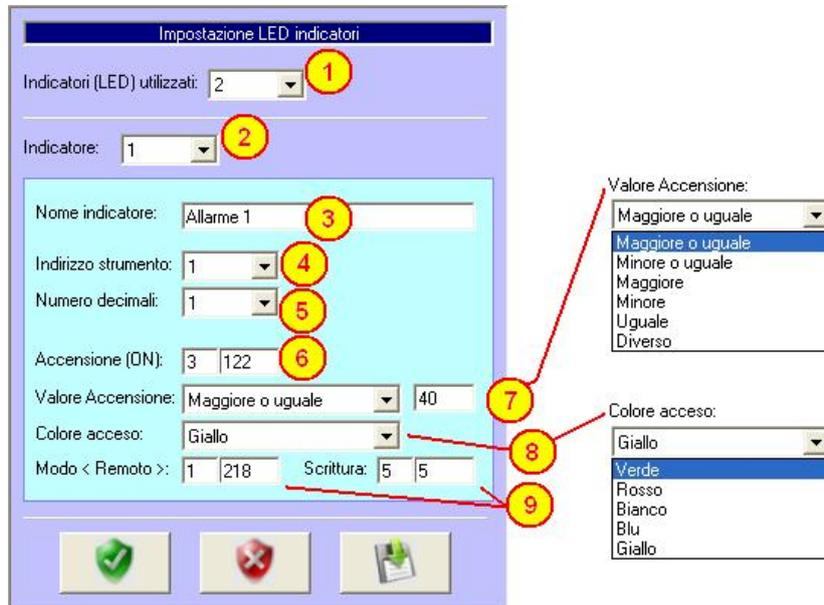

Figura 4.8: Impostazioni degli indicatori
Selezionando *Settaggi* → *Indicatori (LED)* (figura 4.2) si accede alla configurazione degli indicatori – figura 4.8. Attualmente il programma è in grado di gestire fino a 10 indicatori.
In figura 4.8 sono indicati tutti i principali parametri riconducibili agli indicatori. I parametri evidenziati dal fondo azzurro sono riferiti al singolo indicatore.
1. Definire il numero di indicatori che verranno gestiti (figura 4.8 – punto 1). Sono possibili i valori da 0 (nessun indicatore) a 10 (numero massimo di indicatori attualmente impostabili).
2. Salvare l'impostazioni mediante il comando "Salva" (figura 4.8 - dischetto con freccia verde).
3. Selezionare il numero dell'indicatore da impostare (figura 4.8 – punto 2).
4. Definire il nome dell'indicatore (figura 4.8 – punto 3).
5. Definire l'indirizzo del nodo (figura 4.8 – punto 4). L'indirizzo del nodo deve essere stato precedentemente impostato all'interno dello strumento corrispondente. Sono validi i valori da 1 a 255 in conformità allo standard Modbus-RTU.
6. Definire il numero di decimali utilizzato. Questo valore sarà utilizzato per tutti i parametri letti dallo strumento con codice funzione 3 e 4. Sarà ignorato per i parametri letti con i codice funzione 1 e 2 (figura 4.8 – punto 5).
7. Impostare il codice funzione e l'indirizzo del parametro da monitorare (figura 4.8 – punto 6). Nell'esempio di figura 4.8 viene letto il parametri 122, con codice 3.
8. Definire la condizione per la quale l'indicatore è acceso ed il valore limite (figura 4.8 – punto 7). Nell'esempio in figura l'indicatore verrà considerato acceso se il valore letto dallo strumento è "maggiore o uguale" a 4.0 (40 con 1 decimale).
9. Definire il colore dell'indicatore acceso (figura 4.8 – punto 8). Sono selezionabili i colori verde, rosso, bianco, blu e giallo.
11. Salvare le impostazioni mediante il comando "Salva" (figura 4.8 – dischetto con freccia verde).
Per terminare la configurazione degli indicatori e chiudere la finestra delle impostazioni cliccare sul tasto "Ok" (scudo verde di figura 4.8). Cliccando sul tasto "Annulla" (scudo rosso di figura 4.8) la finestra verrà comunque chiusa ma le impostazioni non salvate saranno eliminate.